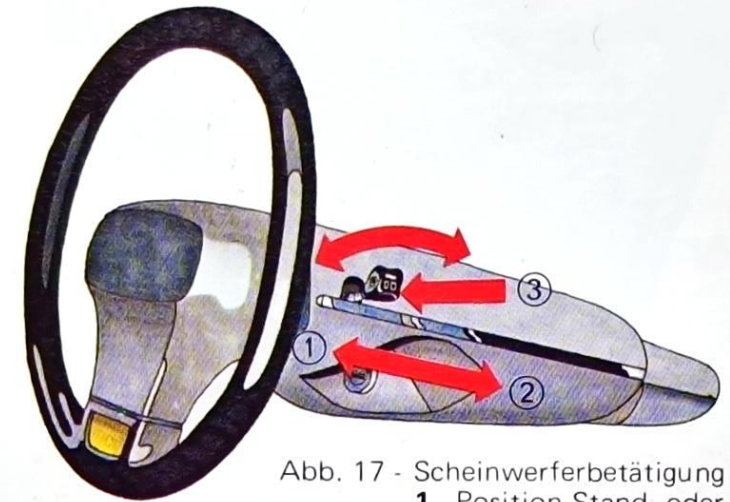

Abb. 17 - Scheinwerferbetätigung
**Scheinwerferbetätigung (Abb. 17)**